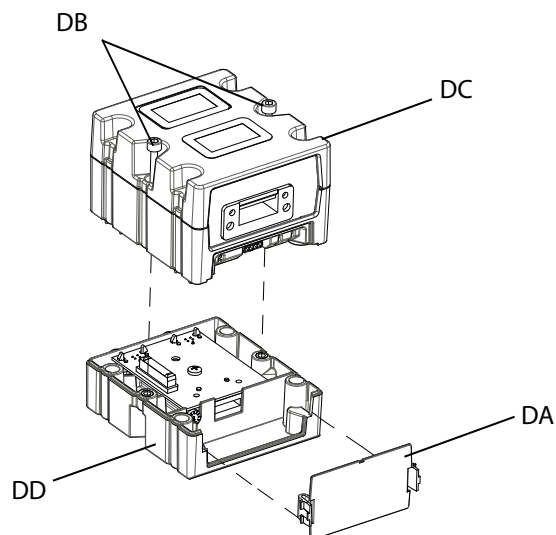

Рис. 52: Разборка CGM
4. Снимите крышку для доступа с CGM (DA). Открутите и сохраните два винта M5-0,8 x 45 мм (DB) и отсоедините CGM (DC) от основания (DD). См. Рис. 52.